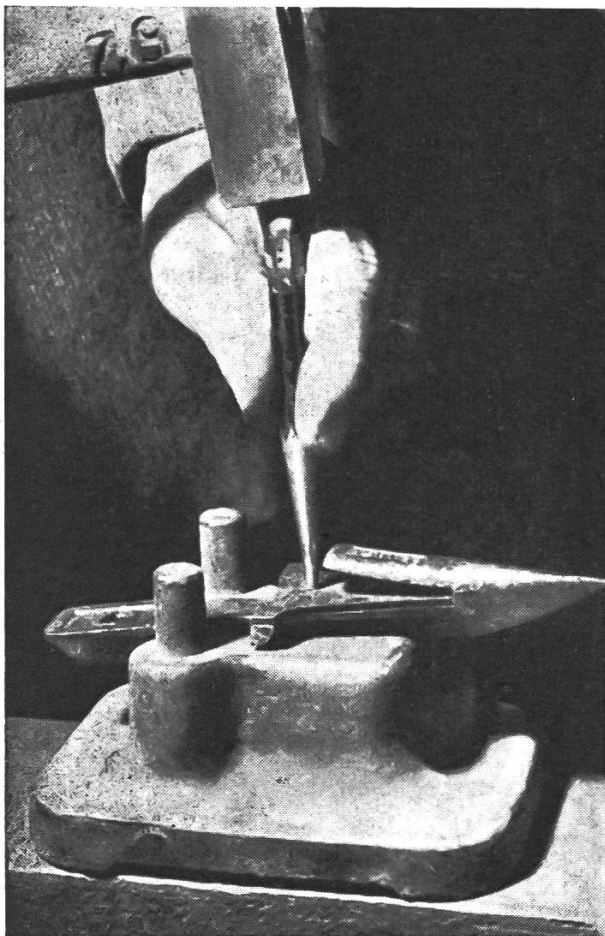

Abb. 4
- b) Finger losschrauben und mittels Schmirgelscheibe auf den Schnittwinkel von 30° nachschärfen, oder Gegenschneiden ersetzen (siehe Abb. 4 und 5).